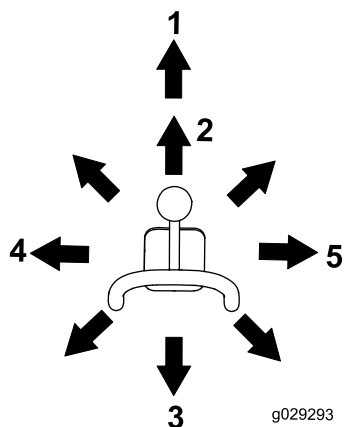

Figure 10
- Pour basculer l'accessoire en avant, déplacez lentement le levier vers la droite (Figure 10).
- Pour basculer l'accessoire en arrière, déplacez lentement le levier vers la gauche (Figure 10).
- Pour abaisser les bras de chargeuse, poussez lentement le levier en avant (Figure 10).
- Pour élever les bras de chargeuse, tirez lentement le levier en arrière (Figure 10).
- Pour abaisser les bras de chargeuse à la position verrouillée (flottement), poussez lentement le levier en avant (Figure 10).